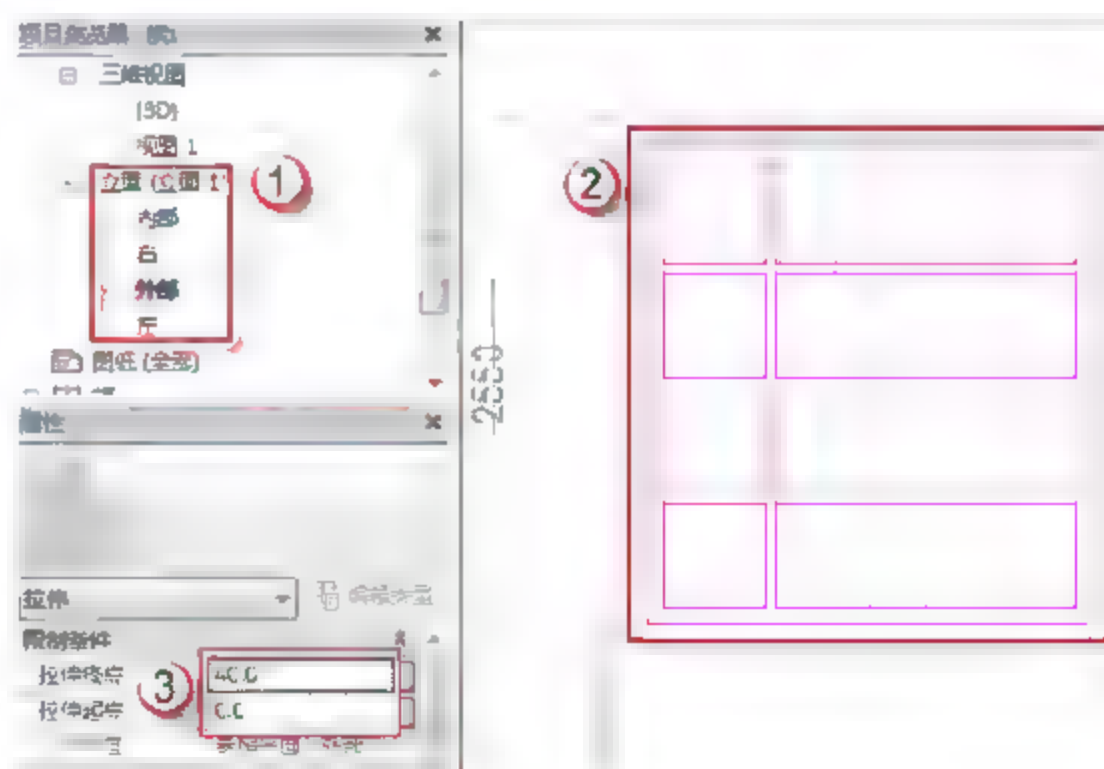

图 7.1.13 绘制窗框拉伸
(11) 绘制 C2925 窗框。选择“创建”→“拉伸”命令，进入“修改|编辑拉伸”界面，用菜单中的绘制工具绘制窗框，如图 7.1.13 所示。修改 C2925 窗框的位置及厚度，在“属性”面板中，在“拉伸终点”中输入“40”字样，在“拉伸起点”中输入“0”字样。完成后，单击√按钮完成绘制。